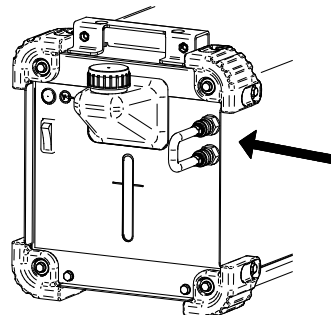

Рис. 6.
- Подсоедините шланг с водяным штуцером быстрого соединения (входит в комплектацию оборудования) к впускному патрубку охладителя и выходному разъему (Рисунок 6).